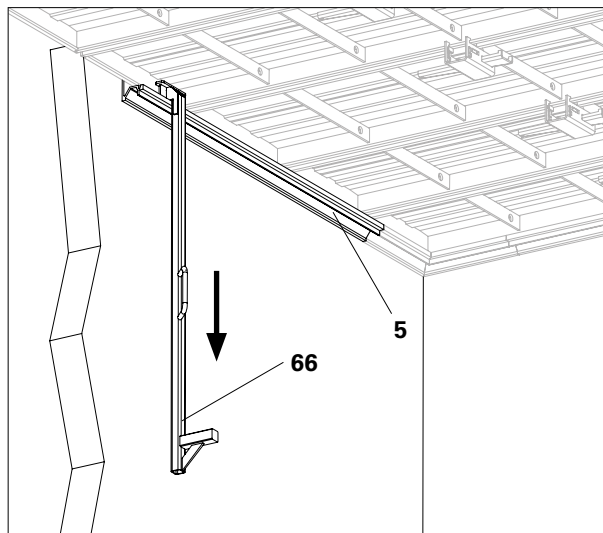

Fig. C3.02
2. Staccare con cura il telaio di transizione (5) dal calcestruzzo con l'ausilio per disarmo TR UNO Plus (66). (Fig. C3.02)